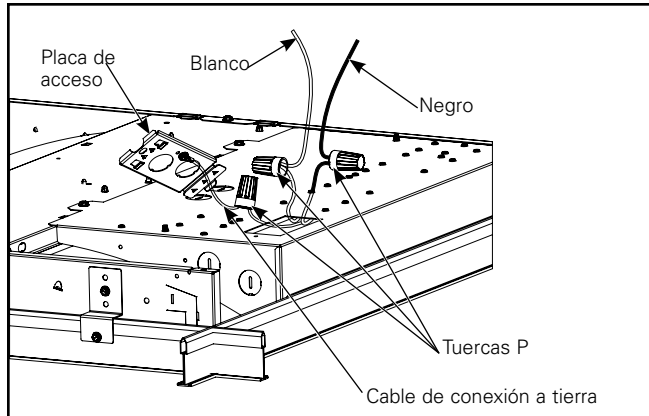

Figura 13.
8. Utilice el orificio ciego abierto para ingresar la línea de alimentación. Usando las tuercas P provistas, conecte el cable negro (línea) al cable de suministro negro, el blanco al cable de suministro blanco, y conecte el cable de tierra a la placa de acceso usando el tornillo disponible en la placa de acceso. (Figura 13)